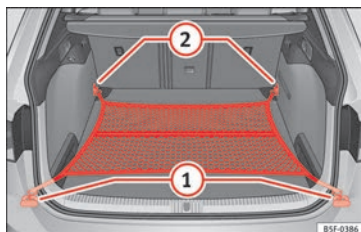

Abb. 177 Im Gepäckraum: flach eingehängtes Gepäckraumnetz (Modell LEON ST).
- Heben Sie ggf. die vorderen Verzurrsen » **Abb. 177** ② an.
- Hängen Sie die Haken in die Verzurrsen ② » ⚠ ein. Der Reißverschluss des Gepäckraumnetzes muss dabei nach oben zeigen.
- Hängen Sie die Haken in die Verzurrsen ① ein.